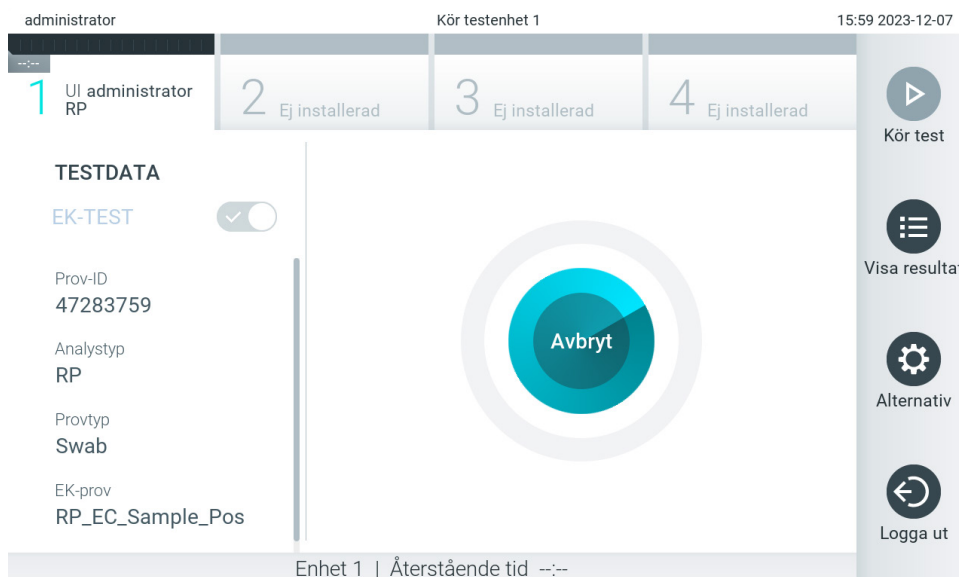

Bild 98. Skärm för testkörning och kvarvarande körningstid.
10. När den detekterar QIAstat-Dx-analyskassetten stänger QIAstat-Dx Analyzer 2.0 automatiskt locket på kassettingångsporten och startar testkörningen. Ingen ytterligare åtgärd behövs från operatören. Medan testet körs visas kvarvarande körningstid på pekskärmen (bild 98).